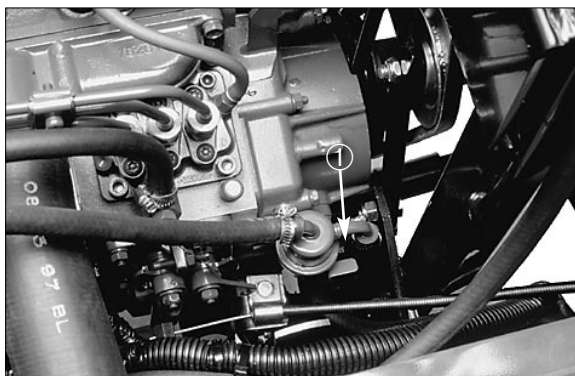

Fig. 16
3. Pump med armen på brændstofpumpen (Fig. 16), indtil der kommer en jævn strøm brændstof ud omkring udluftningsskruen. Stram udluftningsskruen.
(Fig. 16), indtil der kommer en jævn strøm brændstof ud omkring skruen på indsprøjtningsskruen. Stram udluftningsskruen.